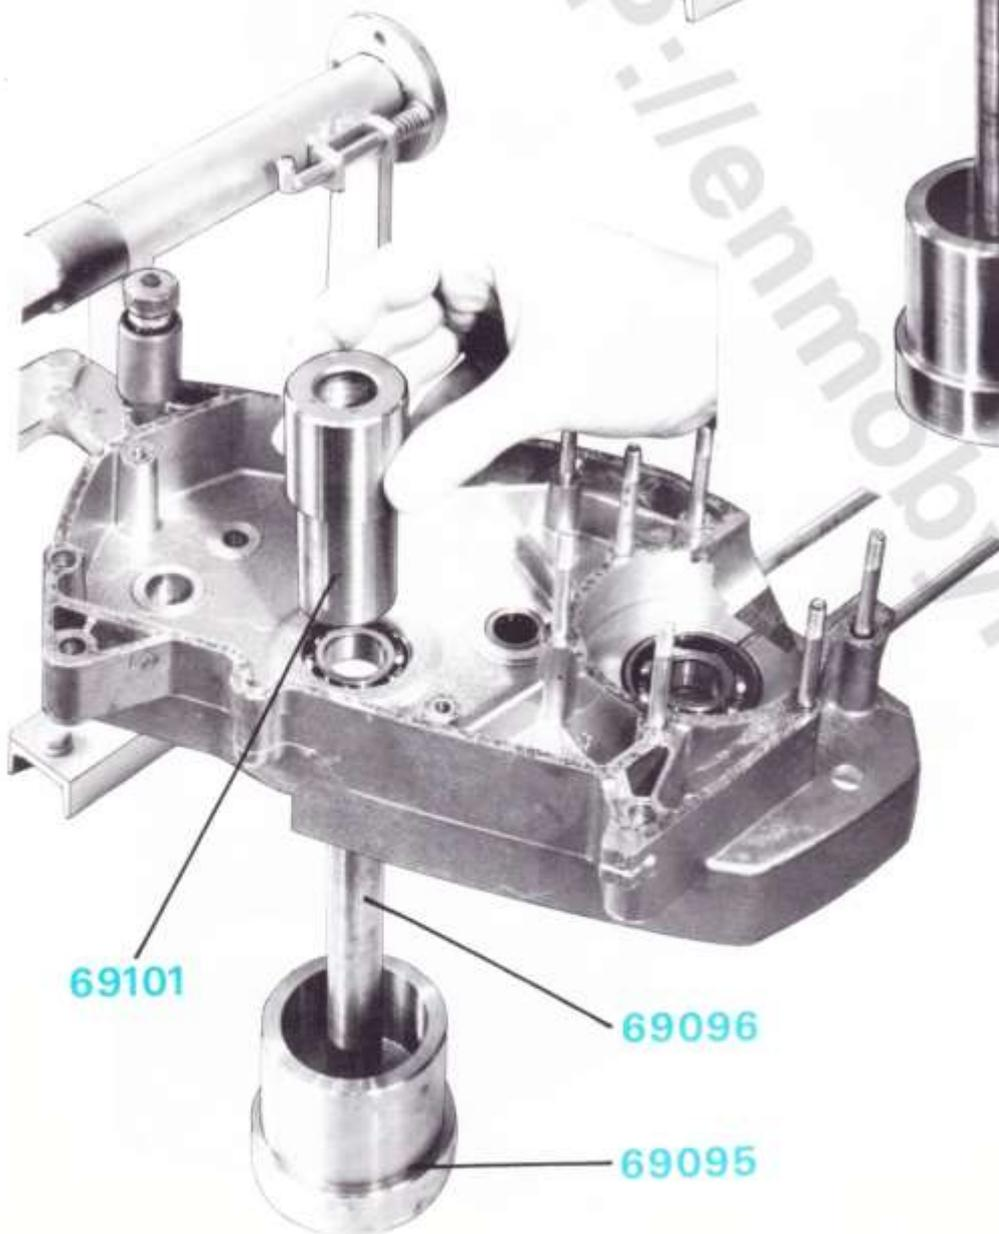

Figure 45
- Poser le carter sur le guide et chasser le roulement de l'intérieur, en utilisant la chasse n° 69101, côté petit diamètre (figure 45).